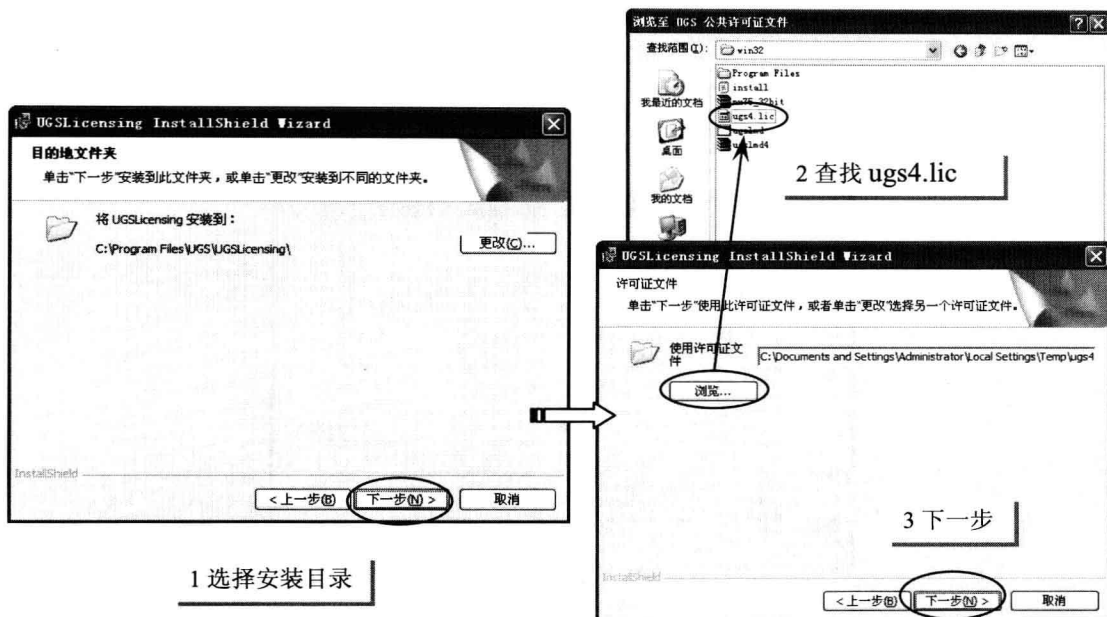

图 1-9 查找 ugs4.lic
- 6 单击【下一步】按钮, 进入安装设定目录对话框, 这里默认为 C 盘目录下, 单击【下一步】按钮, 进入“许可证文件”对话框。单击【浏览】按钮, 进入“浏览至 UGS 公共许可证文件”对话框。指定之前已改好的 ugs4.lic, 如图 1-9 所示。